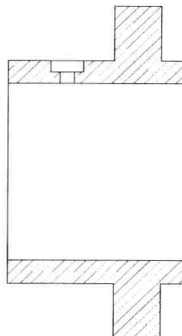

图 9-3-10
(10) 删除无用的图形，并绘制沉孔位置的直线，如图 9-3-10 所示。